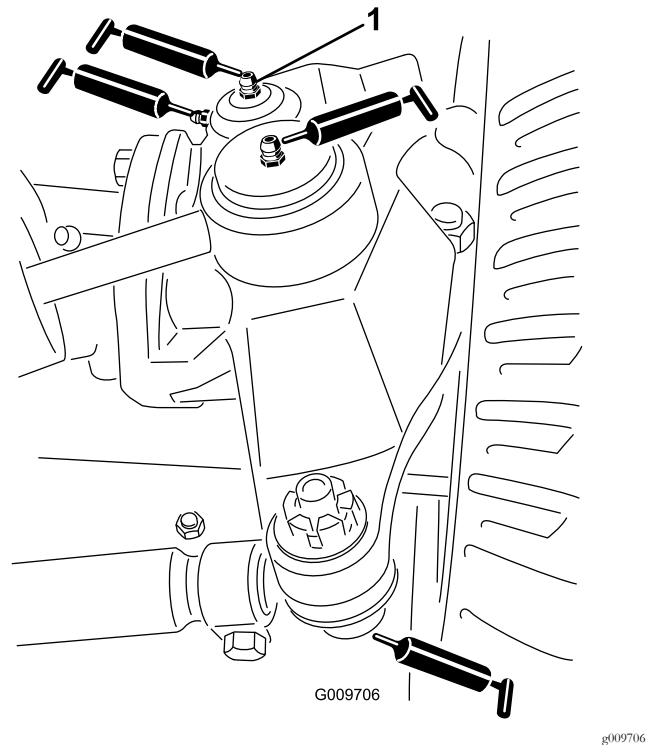

Figura 34
- Articulaiones esféricas de cilindro de dirección (2) tal y como se muestra en la Figura 34
- Articulaiones esféricas de biela (2) tal y como se muestra en la Figura 34
- Casquillos de pivote de dirección (2) tal y como se muestra en la Figura 34